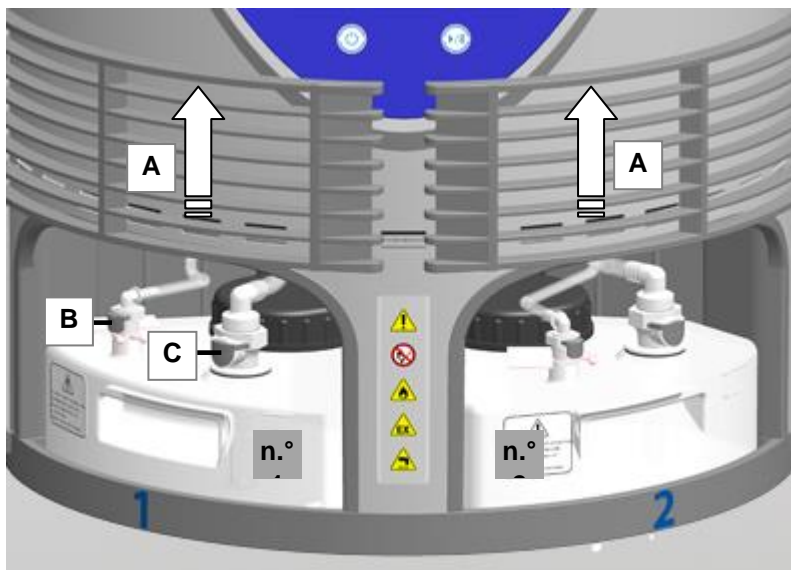

Fig. 4.4.2 Cubierta del depósito de medios abierta
1. Deslice las cubiertas de los depósitos de medios (*Fig. 4.4.2.A/A*) hacia arriba.